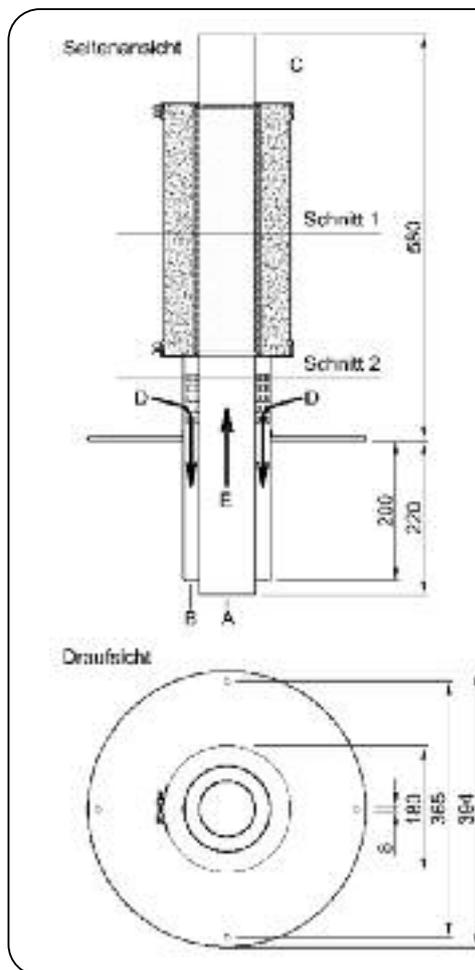

Abb. 1
Aufbau des Schalldämpfers von innen nach außen Schnitt 1 (Abb. 1)
- Schnitt 2 (Abb.1)**